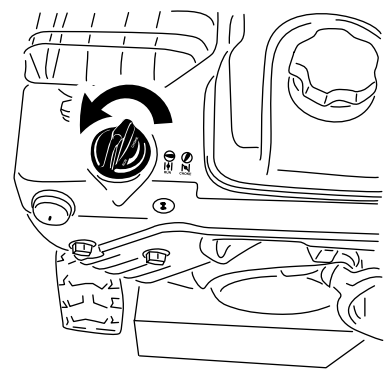

Figure 27
5. Tournez la commande de starter à la position Starter sélectionné (Figure 27).